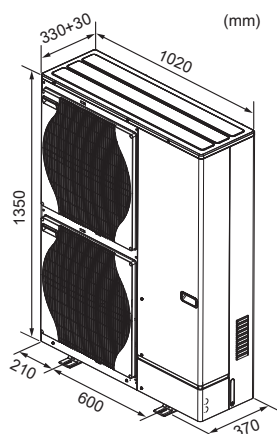

Fig. 2-2
2.2. Vonkajšie rozmery (Exteriérová jednotka) (Fig. 2-2)